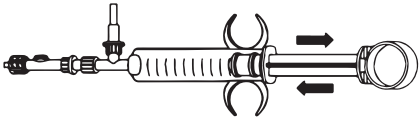

Figur 1. Systemoppsett med lukket krets
12. Koble injektatsensorhuset og Critikit™-enheten til det forhåndsfylte CVP-lumenet på PA-kateteret (se figur 1). Sikre injektatsystemet for å sikre minimal bevegelse av tilkoblingene.
19. Koble den in-line-sensorkabelen (modell SP4065 eller annen kompatibel kabel) til injektatsensorhuset ved å trykke fjæren inn i huset og stramme (se figur 1).